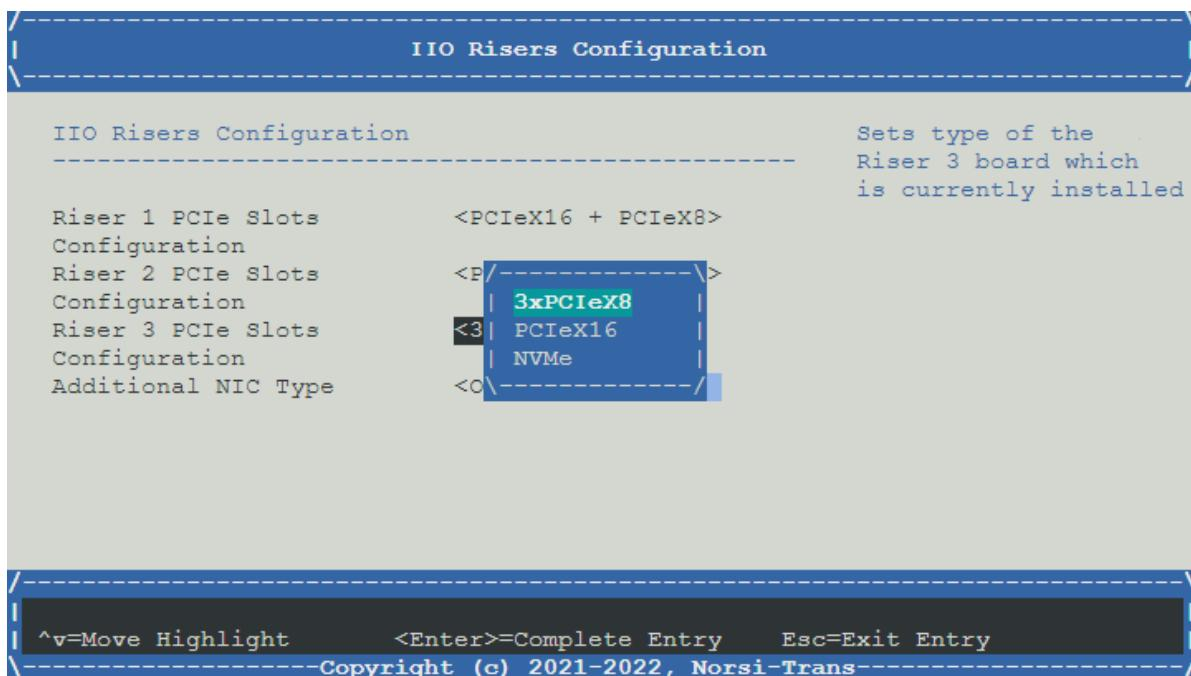

Рис. 65. Выбор типа PCIe-райзеров
- 3) Установите тип PCIe-райзеров согласно физическим. Окно показаны на рис. 65 Выбор типа PCIe-райзеров